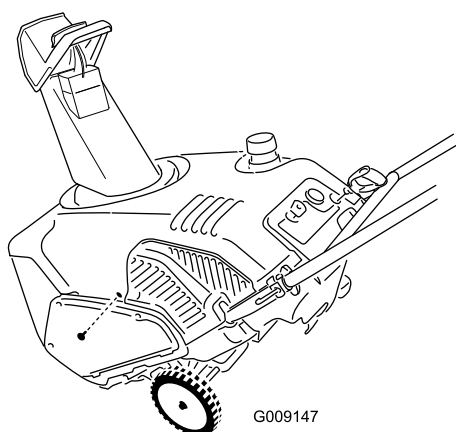

Figure 35
16. Fixez le déflecteur d'échappement au moyen de la petite vis latérale retirée précédemment (Figure 35).